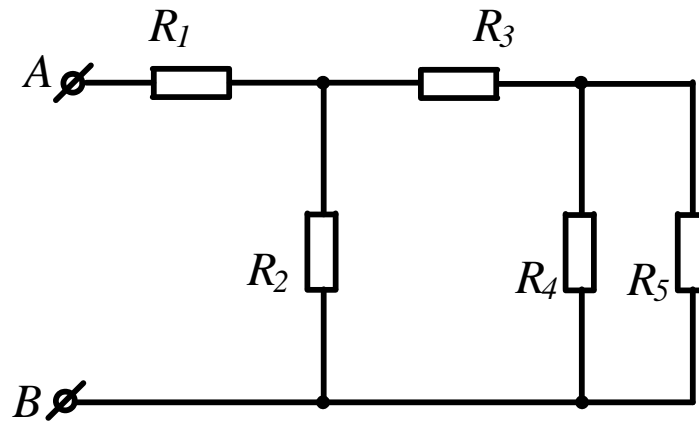

Рисунок 19
**Задача 14.** Определить токи ветвей (рис. 19), если напряжение на входе цепи  $U_{\text{AB}}=12\text{В}$ ,  $R_1=2,5\text{Ом}$ ,  $R_2=6\text{Ом}$ ,  $R_3=2\text{Ом}$ ,  $R_4=1,5\text{Ом}$ ,  $R_5=3\text{Ом}$